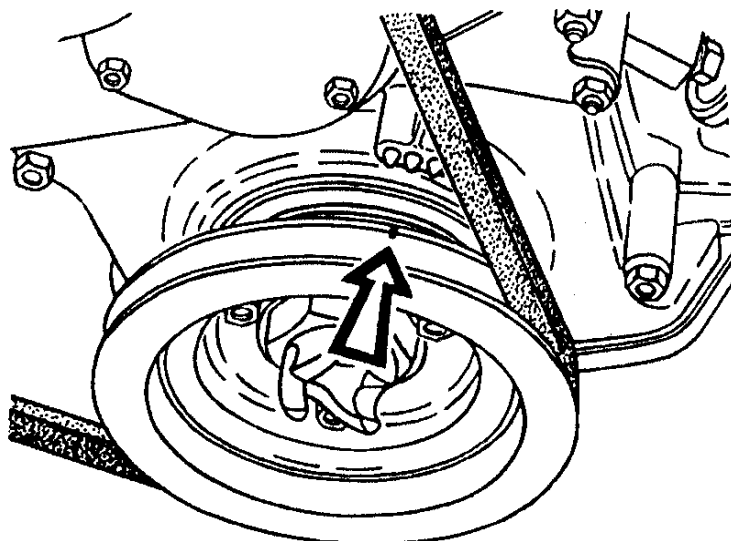

Рис.13. Установка поршня в ВМТ в первом цилиндре
4. Медленно поворачивать коленчатый вал до совпадения риски на шкиве коленчатого вала со средним выступом на крышке распределительных шестерен (рис.13). При этом положении впускной и выпускной клапаны 1-го цилиндра полностью закрыты.